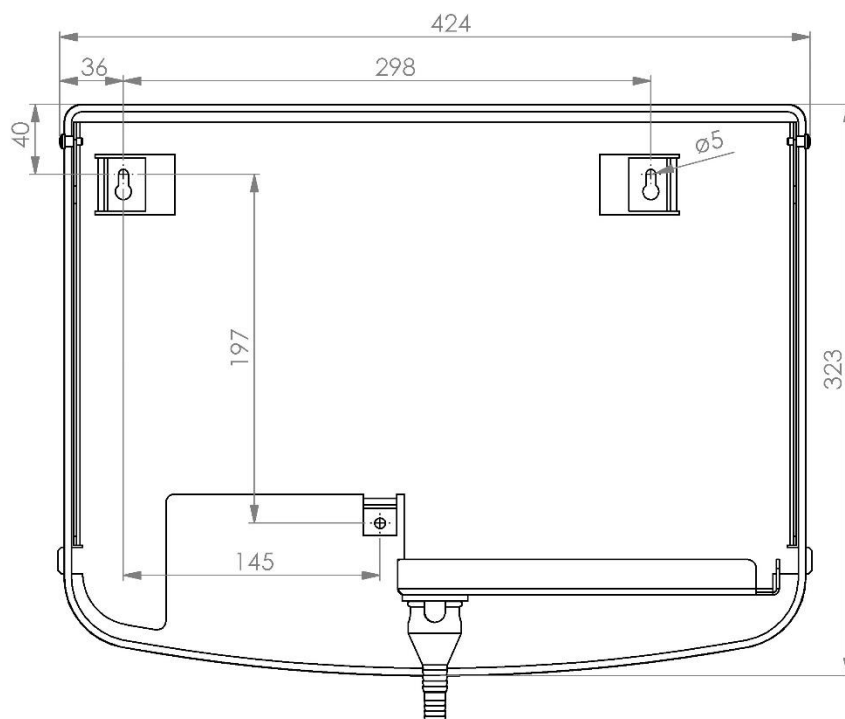

Figura 10
1. Taladre los orificios de fijación como se indica en la figura 10.